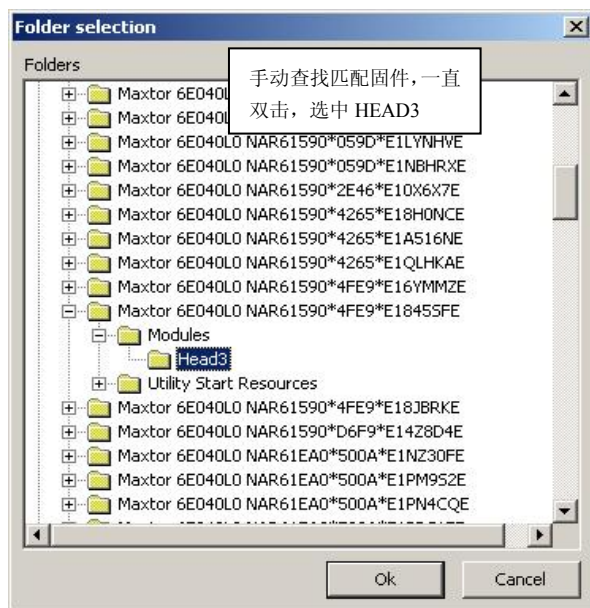

图 7-24 手动选择 HEAD3
(21) 手动查找匹配固件，一直双击，选中 HEAD3，如图 7-24 所示。